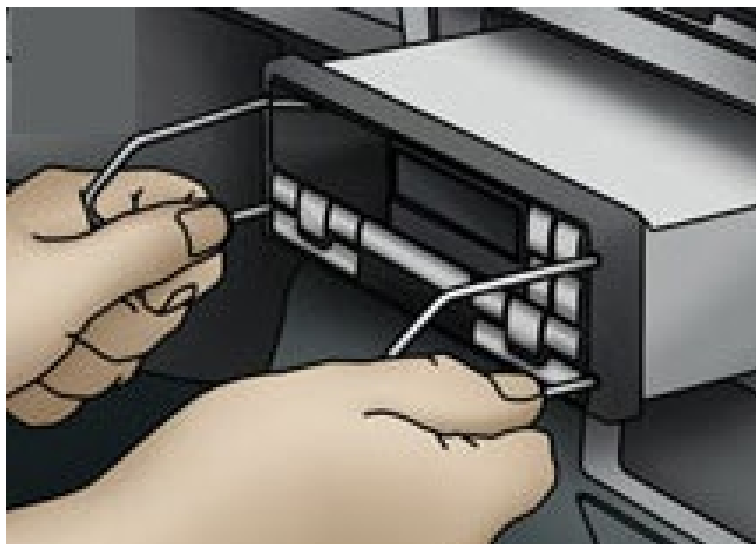

FIGURE 6: RETRAIT DE L'UNITÉ RADIO À L'AIDE D'EXTRACTEURS EN « U »
6. Insérer deux (2) extracteurs de radio en « U » dans les quatre (4) orifices latéraux situés de part et d'autre de la façade de l'unité radio et retirer le radio. (FIGURE 5 & FIGURE 6).